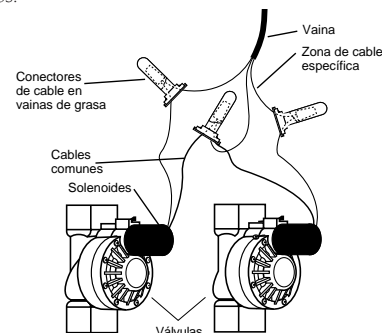

**FIGURA 21: Cableado de CA mediante una caja de conexiones**
- Conecte los cables procedentes de la fuente de alimentación a los cables procedentes del programador. Asegúrese de conectar el cable de toma de tierra (a menudo un programador de color verde o de cobre desnudo) al cable verde del programador. Es absolutamente necesario conectar dicho cable. Conecte también el resto de los cables [Vea la Figura 21].